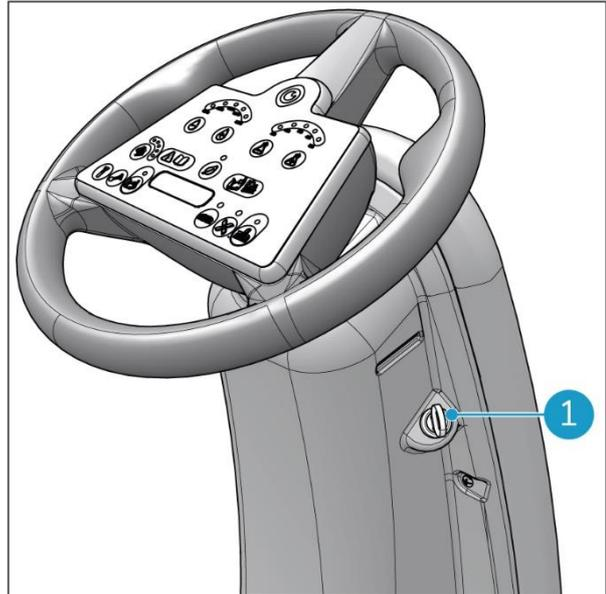

Figure 30
1. Insérez la clé dans le contact (Figure 30, pos. 1).